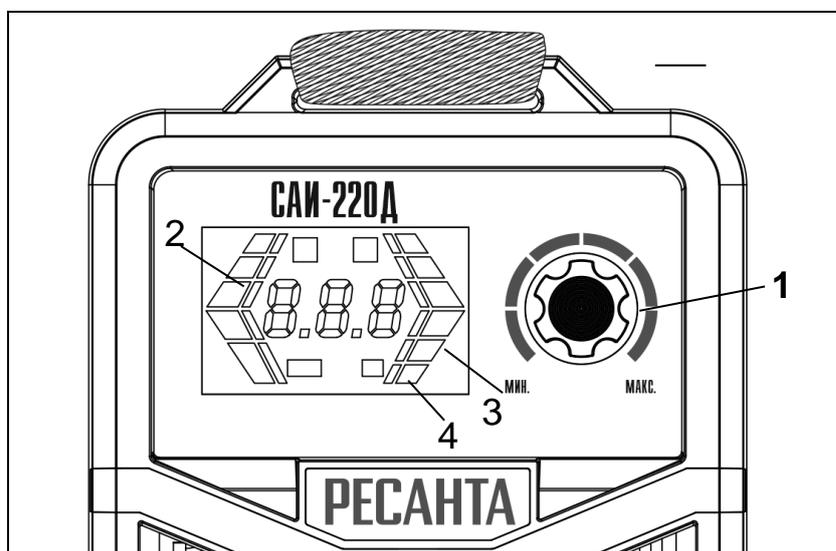

Рис.3 Управления режимами/функциями ручной регулировкой в режиме ММА
2. Регулировка сварочного тока осуществляется вращением регулятора 1(рис.3). При этом на дисплее будет отображаться рекомендуемый диаметр электрода 2(рис.3).
3.Регулировка параметров функции «Горячий старт» 3 (рис.3) осуществляется регулятором 1(рис.3). Регулировка осуществляется в диапазоне от 1 до 10, где каждая цифра означает увеличение тока в % («1» означает увеличение выставленного на дисплее тока на 10%, «2» - на
4. Регулировка параметров функции «Форсаж дуги» 4 (рис.3) осуществляется регулятором 1 (рис.3), регулируя величину форсажа дуги в диапазоне от 1 до 10, где каждая цифра означает увеличение тока в % («1» означает увеличение выставленного на дисплее тока на 10%, «2» - на 20%, ... «10» - означает увеличение выставленного тока на дисплее в 2 раза. При максимальном токе данный параметр увеличиваться не будет.
Переключение сварочного аппарата из Синергетического режима в режим Ручного управления или режим TIG LIFT осуществляется длительным нажатием на регулятор 1(рис.3).
- При завершении шва отведите электрод немного назад, чтобы заполнилась сварочная ванна, а затем переместите электрод на верхний край сварочной ванны (Рис 9 (1-2 рис.3)) и быстро отведите от кратера (Рис 9 (3 рис.3)).